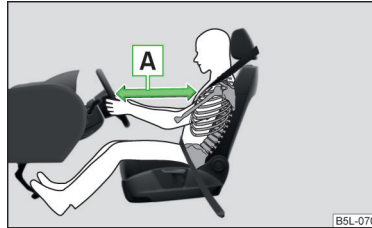

Abb. 22
- Für den Fahrer und Beifahrer ist es wichtig, einen Abstand von mindestens 25 cm zum Lenkrad bzw. zur Schalttafel einzuhalten » Abb. 22 - **A**. Wenn Sie diesen Abstand nicht einhalten, kann Sie das Airbag-System nicht schützen - Lebensgefahr! Die Vordersitze und die Kopfstützen müssen immer der Körpergröße entsprechend richtig eingestellt sein.